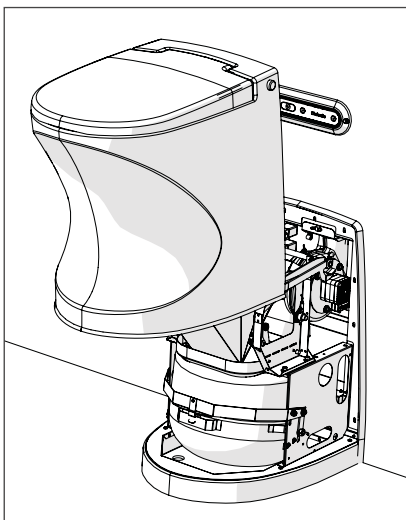

Bild 9
3. Lyft av toaletthöljet helt från lyftmekanismen (bild 9).